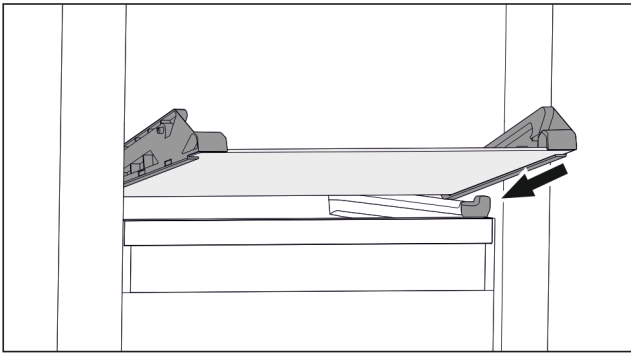

Fig. 132 Ripiano in vetro del cassetto ribaltabile
- ▶ Applicare il ripiano in vetro obliquamente dietro i fermi. (vedere Fig. 132)